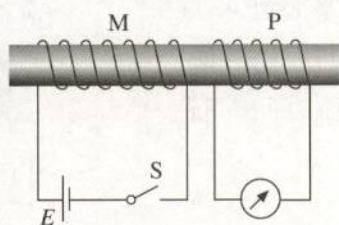

图 4.3-12 线圈P中有没有感应电流?
5. 在图 4.3-12 中,线圈 M 和线圈 P 绕在同一个铁芯上。